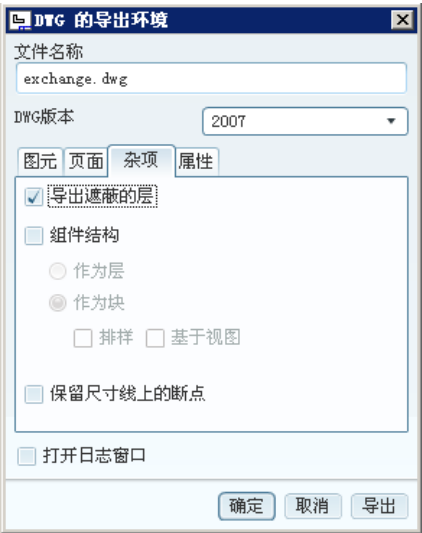
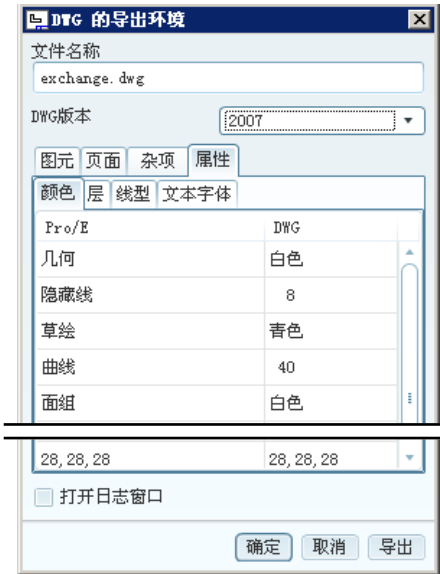

图 9.5.10 “杂项”选项卡
图 9.5.11 “颜色”子选项卡
(4) 在图 9.5.10 所示的 **杂项** 选项卡中选取 ☒ **导出遮蔽的层** 复选框, 其他参数采用系统默认值。
(5) 选取 **属性** 选项卡, 该选项卡又分为四个子选项卡, 分别为 **颜色**、**层**、**线型** 和 **文本字体**。
① 在图 9.5.11 所示的 **颜色** 子选项卡中, 系统已列出了“Pro/E”系统颜色在“DWG”文件中对应的颜色, 本例中不对颜色作修改, 读者在练习和实际设计过程中可根据需要作相应的修改。